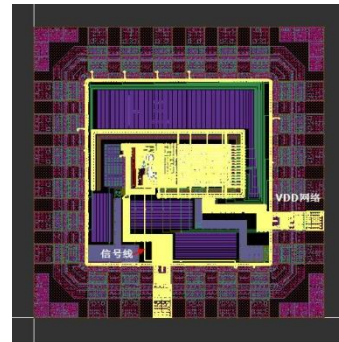
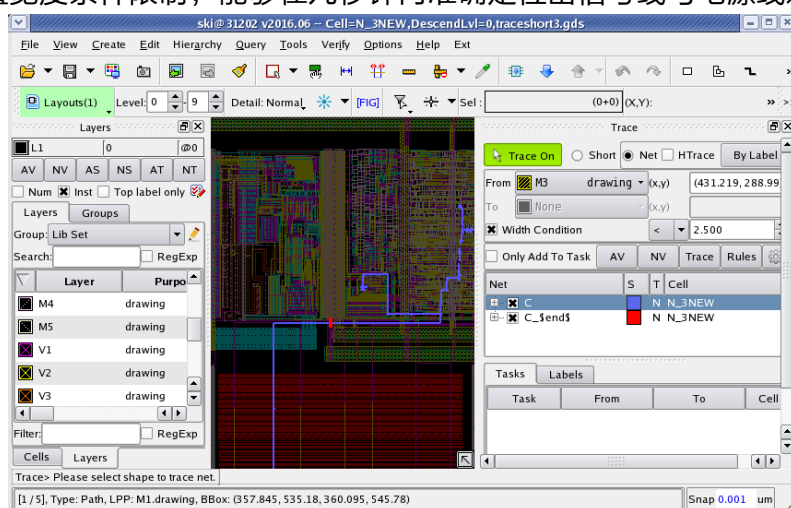

图1. 信号线与电源网络之间的短路
图3. 版图中红色高亮位置是信号线与电源网络的短路所在
在版图中修改短路是所有物理验证工程师的日常工作。传统工具可以实现原理图，版图，网表之间的交互检查，但有时在版图中准确判断出造成短路的连接点却并不轻松。举例来说，信号线与电源网络之间的短路，由于电源网络分布广泛，版图中高亮显示的图形会将真正的短路点淹没，如图1所示。即使两个信号线的pin端之间的短路，如果工程师没有多年的经验积累，想要快速定位并将版图改正也不是一件轻而易举的工作。
3. 版图分析功能。无论线网的追踪，短路开路检查，或者针对特定pin之间计算等效电阻，Skipper对每一项功能的算法都做了精益求精的优化。以线网追踪为例，即使用户想查看整个电源网络，对于一个6G大小的版图，Skipper都可以在10分钟左右完成。基于Trace引擎的短路检查，同样能以较快的速度帮助用户定位信号线之间以及信号与电源地等大型网络之间的短路点。对于图1中的例子，Skipper通过设置宽度条件限制，能够在几秒钟内准确定位出信号线与电源线之间的短路位置，如图3所示。